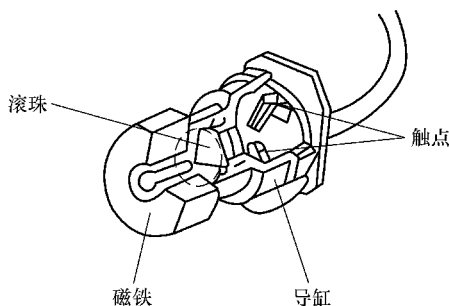

图 7-12 滚珠式碰撞传感器的结构
(1) 结构 滚珠式碰撞传感器又称为偏压磁铁式传感器，主要由铁质滚珠、永久磁铁、导缸、固定触点和外壳组成，其结构如图 7-12 所示。两个触点分别与传感器的引线端子连接，滚珠在导缸内可移动或滚动，用来感测减速度的大小。传感器壳体上印制有箭头标记，方向与传感器结构有关，或规定指向汽车前方，或规定指向汽车后方，因此在安装传感器时要注意：箭头方向必须符合使用说明书的规定。